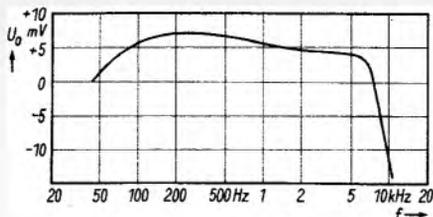
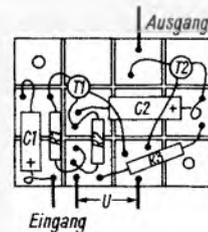

Bild 2. Frequenzgang bei Aufnahme und Wiedergabe
Bild 1. Die Karos ersetzen die beliebig geführten Strom- und Spannungspfade auf geätzten kupferkaschierten Platten.
Bei Mikrofonaufnahmen dient der Wiedergabeverstärker als Vorverstärker; dabei wird der Frequenzgang durch Umschaltung linearisiert (Bild 2). Am Ausgang des Regelverstärkers steht nun das Signal für den Endverstärker und zur Speisung des A/W-Kopfes zur Verfügung. Die Lautstärke- und Klangeinstellung erfolgt erst nach dem Regelverstärker; daher ist die Aufnahme von der eingestellten Lautstärke und dem gewählten Klangbild unabhängig.
7. Zeilen-Endstufe für eine Hochspannung von 18 kV und eine Bildablenkung von  $110^\circ$  mit einem Linearitätsfehler von weniger als 5 % (Bild 2).
Bild 2. Modul-Baustein der Zeilen-Endstufe. Da keine Röhren verwendet werden, ist der Anblick ungewohnt. Oben ist der lange Hochspannungs-Stabgleichrichter zu erkennen
Rechts: Bild 2. Aufbau eines einfachen Telefonadapters auf einer Platine mit Karomuster
Zunächst zeichnet man auf einem Papierbogen – der zum leichteren Arbeiten mit Karos bedruckt sein kann – ein Netz großflächiger Karos (z. B.  $1\text{ cm}$  Kantenlänge), auf das die Schaltung so aufgebaut wird, daß die Knoten- und Verbindungspunkte gleicher Polarität und gleichen Potentials auf ein oder – wenn sich dadurch eine günstigere Verteilung der Bauelemente ergibt – mehreren Karos zusammengefaßt sind (Bild 1). Bild 2 zeigt als Beispiel für den Aufbau die Schaltung eines einfachen Telefonadapters.
Rechtecke zerlegen (gestrichelte Linie in Bild 1). Das Auflöten der Bauelemente erfolgt nach dem Plan, wobei es sich empfiehlt – um Überhitzung des Kupferbelages zu vermeiden – mehrere zusammengehörige Drähte für eine Lötung zusammenzufassen. Die Rückseiten der Karoplaten bleiben frei; man kann sie daher auch auf metallischen Unterlagen befestigen.